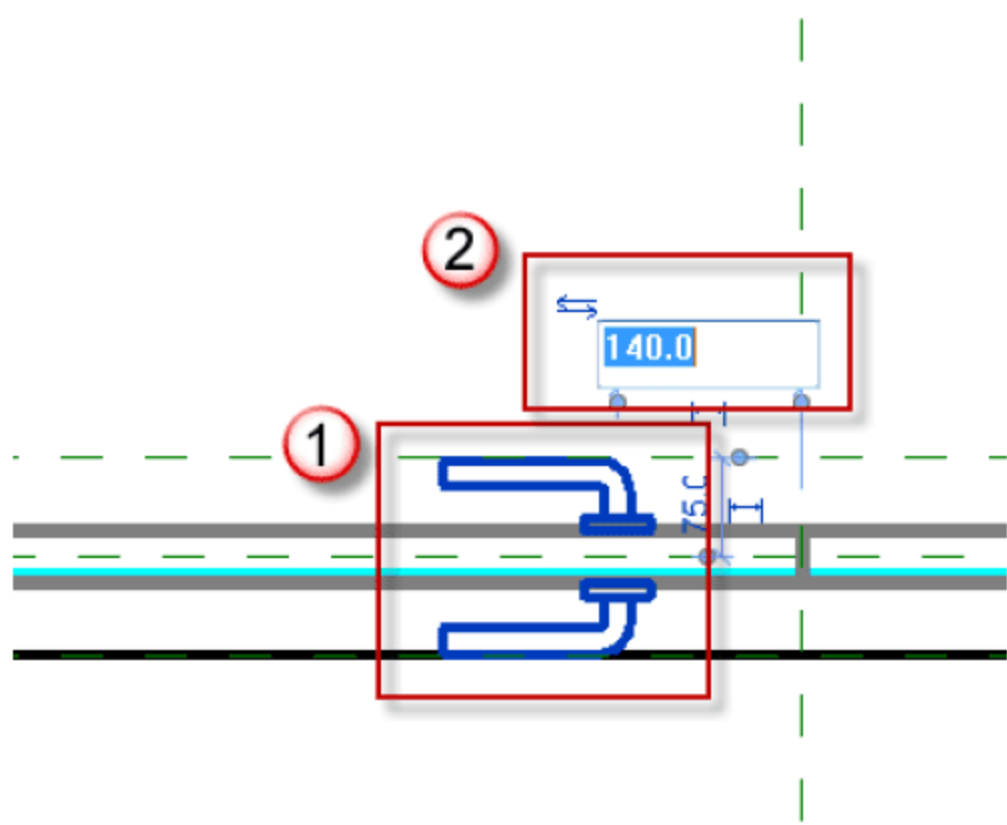
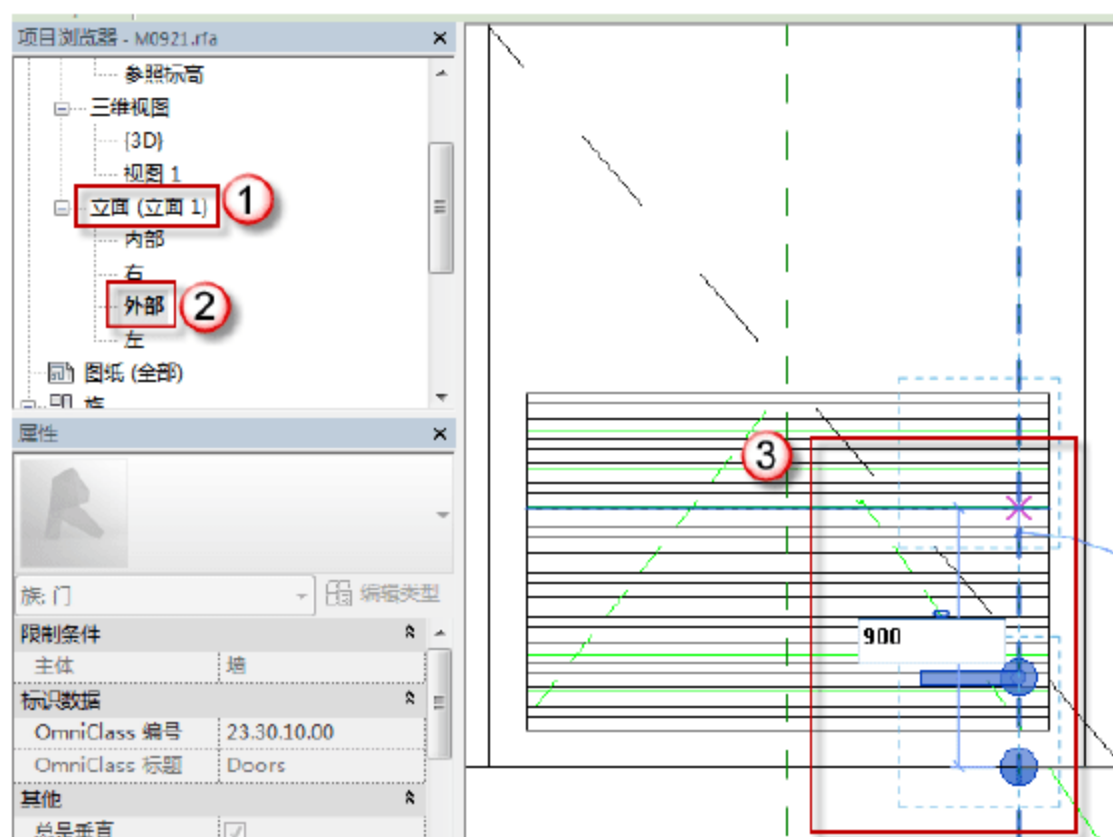

图 6.1.73 调整门锁水平位置
图 6.1.74 调整门锁竖直位置
(26) 调整门锁位置。单击门锁距离门中轴线尺寸, 输入“140”字样, 如图 6.1.73 所示。选择“项目浏览器”中的“立面(立面 1)”→“外部”选项, 进入门的外部立面视图。选择族“门锁 11”, 按快捷键 M+V, 向上拖动并输入“900”, 按 Enter 键结束, 如图 6.1.74 所示。最后按两次快捷键 M 将“门锁 11”镜像复制到对称位置, 对称轴选择门的中轴线。